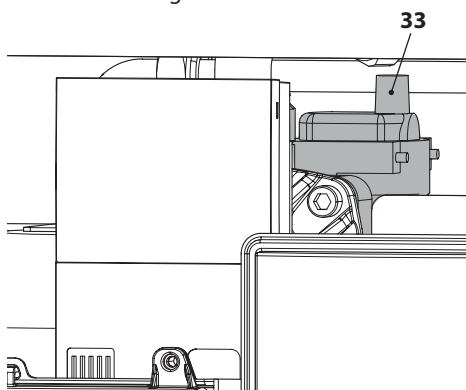

Figura 6.3
- Svitare il tappo della valvola di sfiato automatica 33 in Figura 6.3.